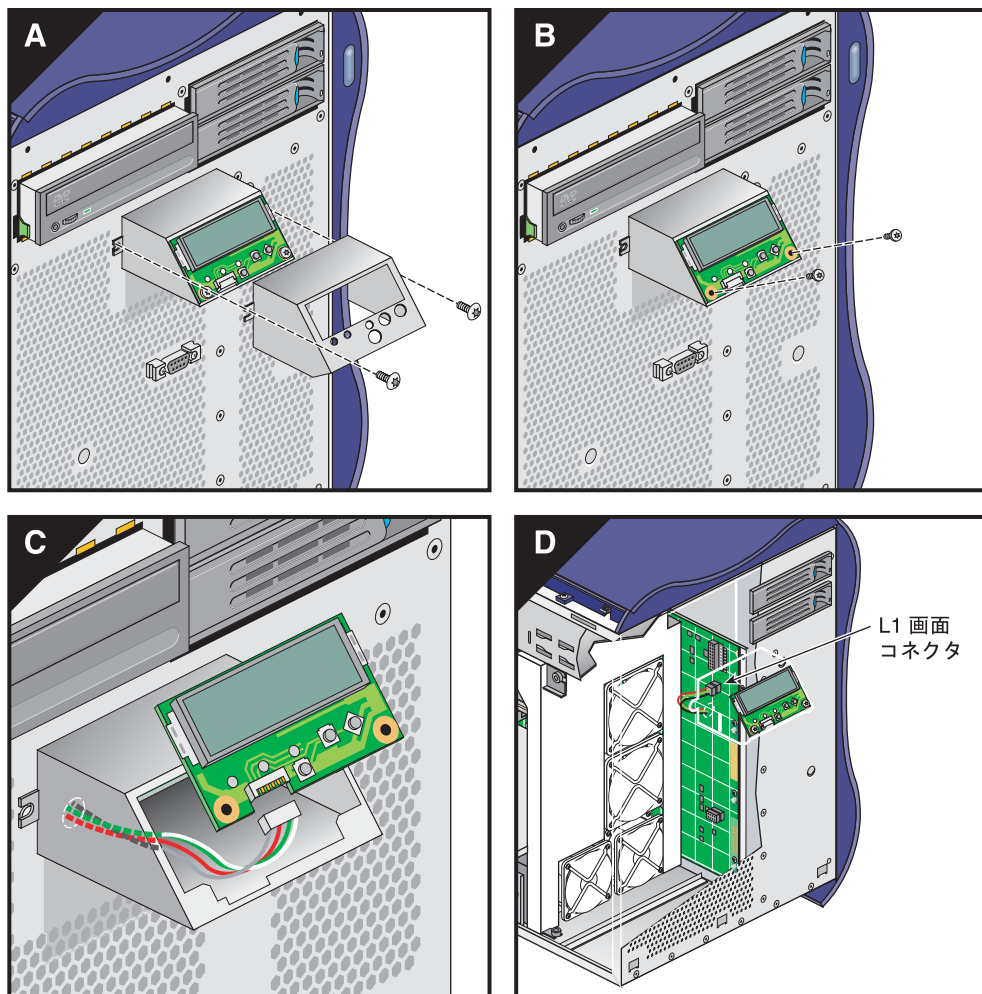

図 3-37 L1 画面ケーブルの取外し
2. 筐体の穴から L1 画面ブラケットのフックが外れるまで、ブラケットを上を持ち上げます (図 3-37 を参照)。
3. ブラケットに L1 画面ボードを固定している 2 本のねじをゆっくりと外します。続いて、画面ボードの端を持ち、ブラケットから画面ボードを外します (図 3-37 を参照)。
4. 画面ボードから L1 画面ケーブルをゆっくりと外します。L1 画面ボードを安全な場所に置きます (図 3-37 を参照)。
6. 筐体正面の穴に L1 画面ケーブルをゆっくりと押し込みます。筐体内部からケーブルをゆっくり外します (図 3-37 を参照)。